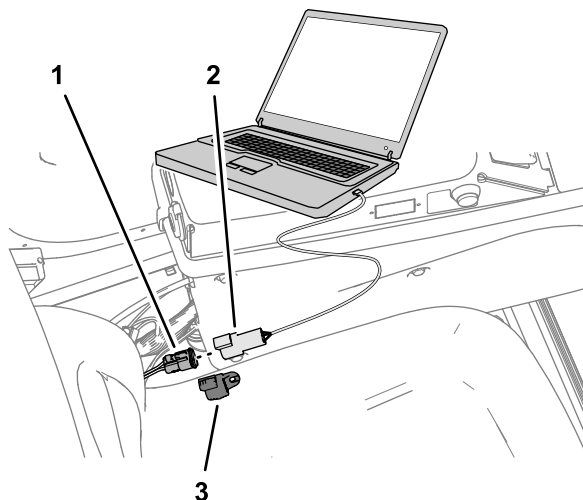

図 155
7. USB/CANインターフェースケーブルのコネクタをキットのワイヤーハーネスのコネクタから外し、ワイヤーハーネスのコネクタにキャップを取り付けます 図 155。